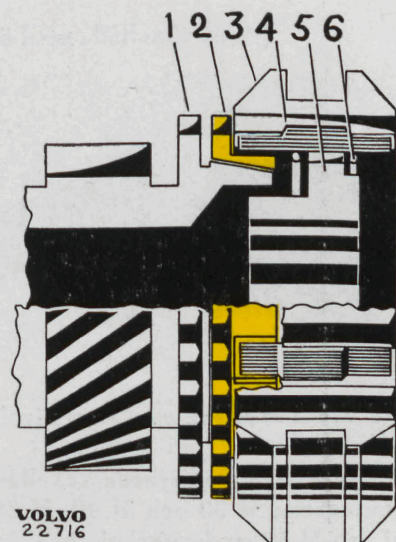
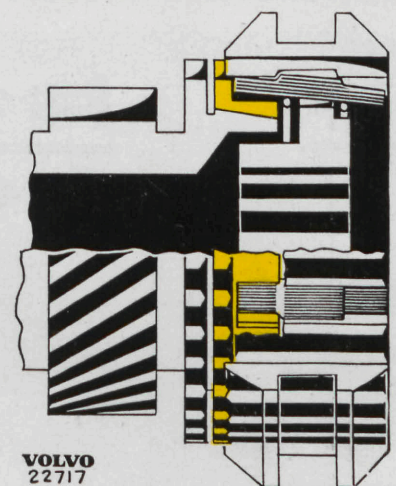
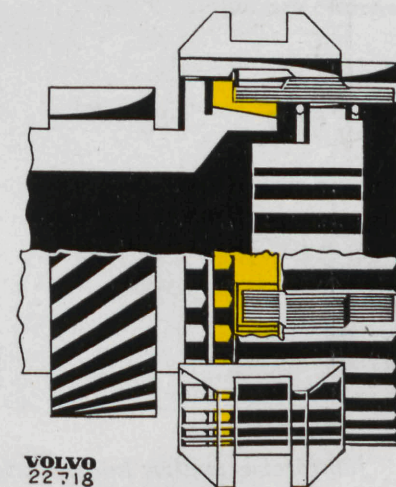

Bild 10. Neutralläge.
Bild 11. Synkronisering.
Bild 12. Växeln inkopplad.
Synkroniseringarnas konstruktion och verkningssätt visas på bilderna 10—12. När en växel skall kopplas in pressas kopplingshylsan (3 bild 10) av skiftgaffeln i riktning mot denna växels kugghjul. Medbringarna (4) pressar därvid synkroniseringskonan (2) mot konan på kugghjulet (1). Har då synkroniseringen och kugghjulet olika rotationshastighet kommer synkroniseringskonan att vrída sig i förhållande till kopplingshylsan. Synkroniseringskonan hindras dock av medbringarna att vrída sig mer än en halv kuggbredd, se bild 11. Härvid kommer synkroniseringskonans kuggar att med halva kuggbredden ligga an mot kopplingshylsans kuggar och på så sätt hindra denna att gå i ingrepp. Genom friktionen mellan synkroniseringskonan och konan på kugghjulet, kommer kugghjulet att få samma rotationshastighet som synkroniseringen. När de har fått samma hastighet, förmår kopplingshylsan vrída tillbaka synkroniseringskonan och växeln kan kopplas in, bild 12.